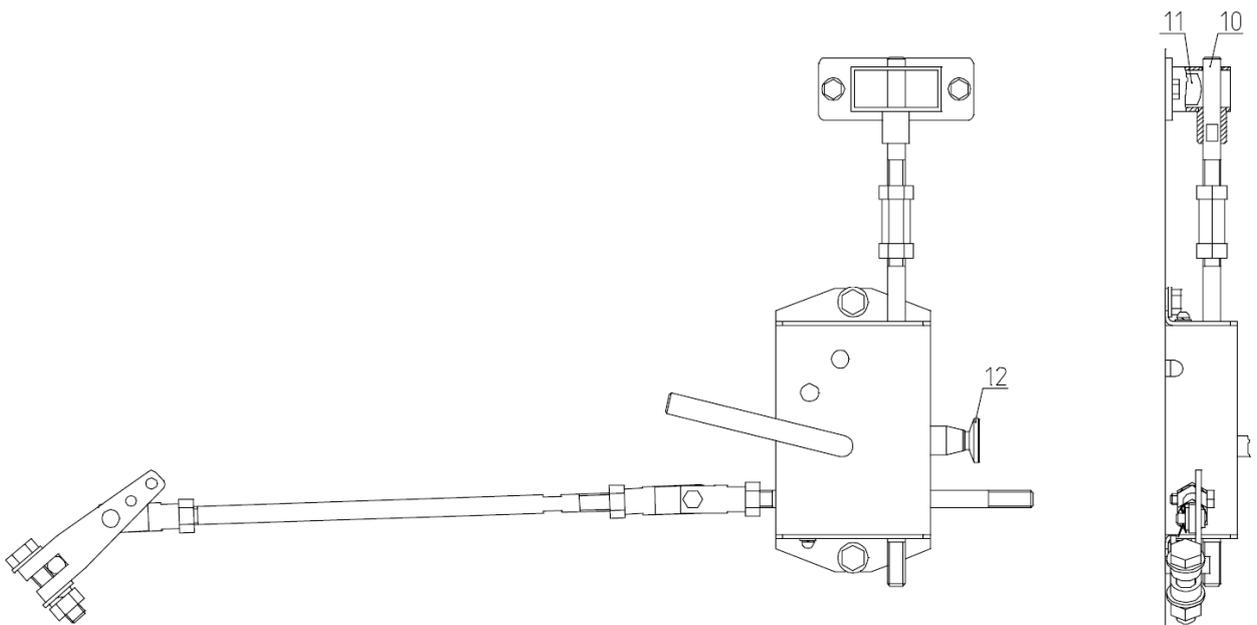

Рис.3 Работа блокировочного узла КРУ2-10 с рычажным вкатом.
Когда ВЭ находится в положении промежуточном между рабочим и контрольным блокировка препятствует включению вакуумного выключателя, поскольку не может вернуться в исходное положение. Стопор узла фиксации может переместиться, дав возможность повернуться оси 1 (см. рис. 3), только войдя в отверстия для фиксации соответствующие рабочему или контрольному положению ВЭ.
- повернув ручку 9 (см. рис. 2) перевести блокиратор в зафиксированное состояние, при этом тяга 10 перекроет кнопку ручного отключения вакуумного выключателя 11 (это механическая блокировка от включения вакуумного выключателя), внутри блокиратора срабатывает выключатель ВКМ-02 и размыкает цепь включения вакуумного выключателя (электрическая блокировка), пластина 1 (см.рис.2) сдвигается и дает вставить в отверстие 3 ключ для вращения червячного редуктора (для ВЭ с механизмом в виде червячного редуктора) или поворачивается ось 1 (см. рис. 3) механизма фиксации.
Установить ВЭ в рабочее или контрольное положение, убрать ключ для вращения червячного редуктора из отверстия в фасаде. Для снятия блокировки потянуть за стопор 12 (см. рис. 3 и 5), расположенный сбоку на корпусе блокиратора, сработает пружина, возвращающая блокировку в исходное положение.